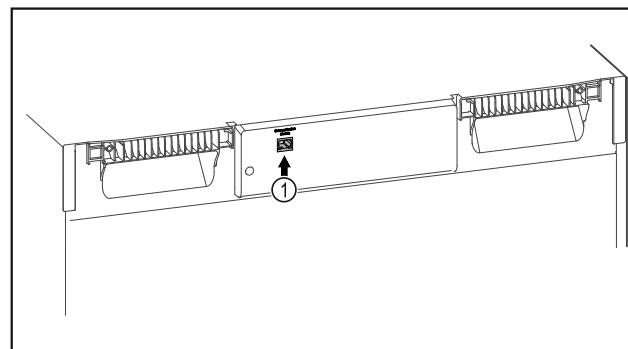

Fig. 140
- ☐ Използва се SmartModule Fig. 140 (1).